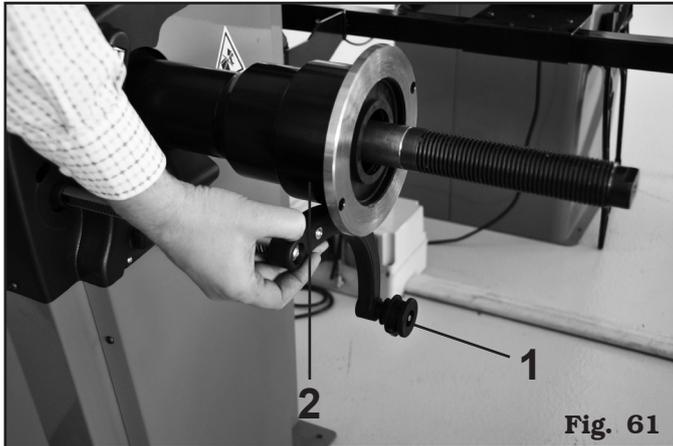

Fig. 61
Colocar el casquillo del palpador (**Fig. 61 ref. 1**) debajo en la parte cilíndrica más grande de la campana (**Fig. 61 ref. 2**); en el display D2 aparecen los correspondientes valores en bit.